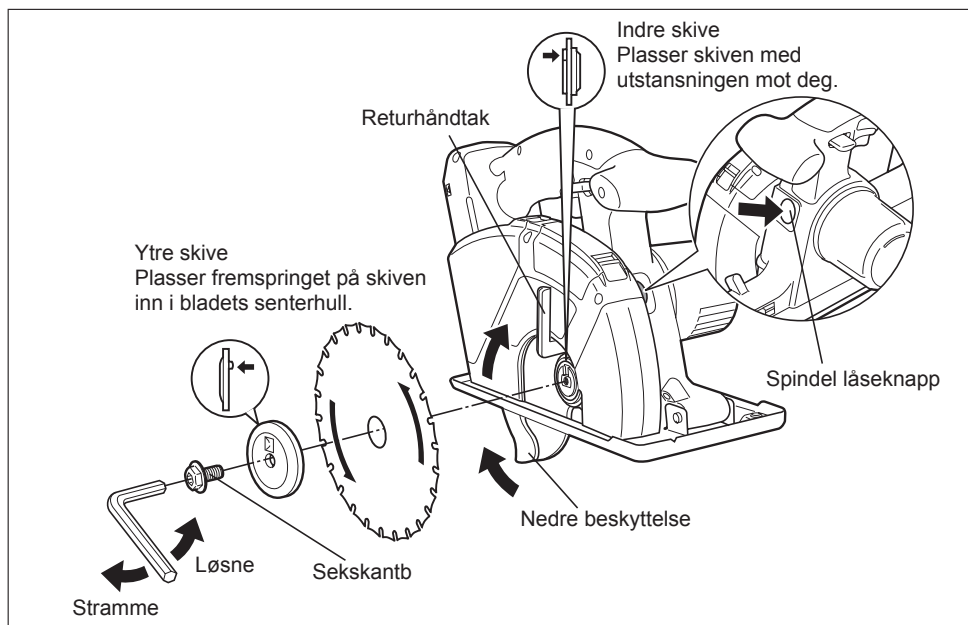

Fig. 6
Kontroller at sekskantbolten er skikkelig tilstrammet. (Se Fig. 6)
4. Monter bladet som vist på illustrasjonen. (Se Fig. 6)